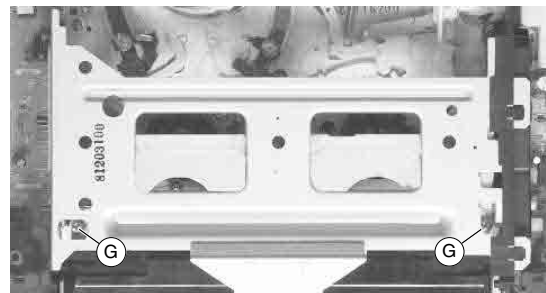

Fig. 4
- 2 Schrauben (G) (Fig. 4) herausdrehen.
- Undo 2 screws (G) (Fig. 4).